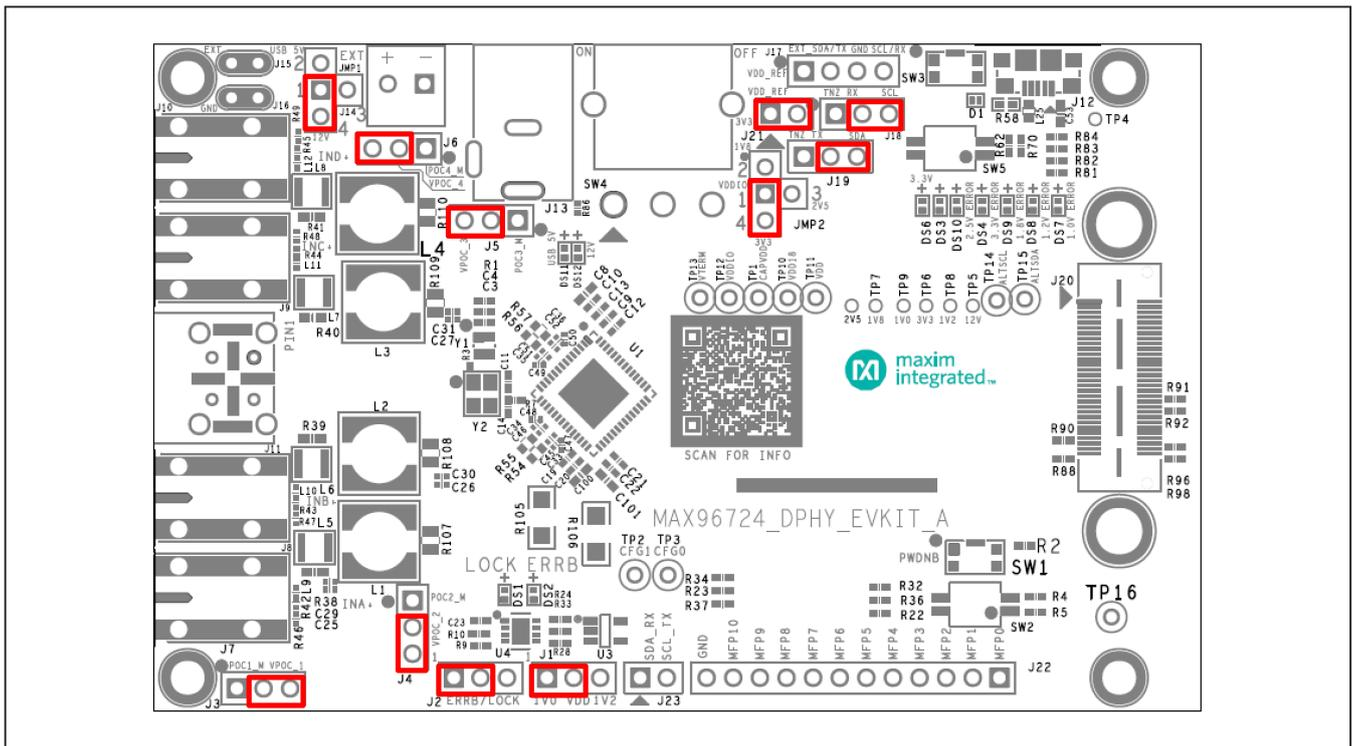

図 4. MAX96724 DPHY EV キットのデフォルトのジャンパ位置
- 4) PCB上のすべてのジャンパ位置がアプリケーションの条件を満たすよう正しく設定されていることを確認します。図4に、様々な構成に対して設定可能なジャンパ位置を示します。デフォルトのジャンパ設定では、テスト対象デバイス (DUT) をI2Cモードに設定し、VDDIO電圧に3.3V、VDD電圧に1.2Vを選択し、ボードを12VのDCバレル・ジャックから給電することを選択します。